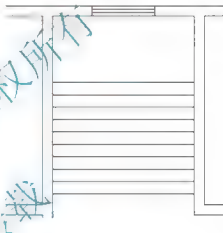

图 2.99 生成其他踏步线
③ 在指定移动点或 [基点(B)/复制(C)/放弃(U)/退出(X)]: 提示下,输入“C”后按 Enter 键,执行【复制】子命令。
④ 在指定移动点或 [基点(B)/复制(C)/放弃(U)/退出(X)]: 提示下,打开【正交】功能,将光标垂直向下拖动,分别输入“300”按 Enter 键、输入“600”按 Enter 键……依次以 300 为倍数逐步增加,最后输入“2700”按 Enter 键结束命令,结果如图 2.99 所示。